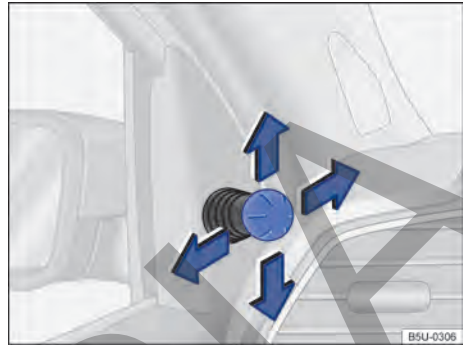
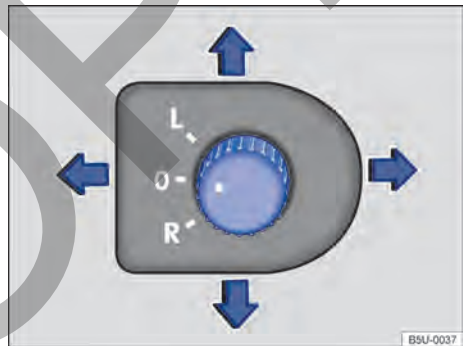

Fig. 67 En las puertas delanteras: interruptor de ajuste de los espejos retrovisores externos mecánicos.
Fig. 68 En la puerta del conductor: interruptor rotativo de ajuste de los espejos retrovisores externos eléctricos.
- Mover el botón de ajuste en el revestimiento de las puertas delanteras → fig. 67.
- Girar la perilla en la puerta del conductor hasta el símbolo deseado → fig. 68.
Para ajustar los retrovisores exteriores mecánicos o eléctricos, mover el mando de ajuste → **fig. 67** (versión mecánica) o el mando giratorio → **fig. 68** (versión eléctrica) en el guarnecido de las puertas.